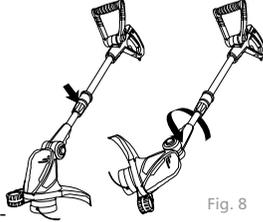

Fig. 8
- Gire el bloque de sujeción del eje y gire el mango 180°, asegure la posición del motor girando nuevamente el bloque del eje (Fig. 8).